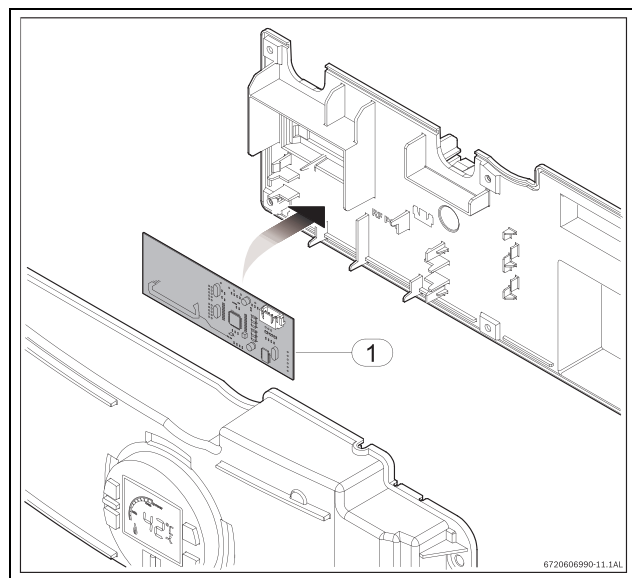

Рис. 4
- Установите плату ПДУ на задней крышке блока управления, как показано на рис. 4.